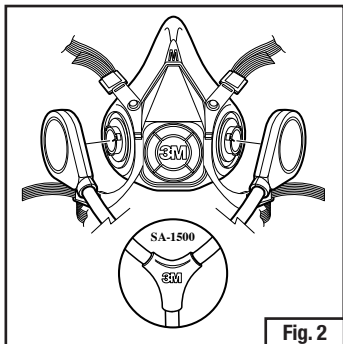

Fig. 2
1. Tenir le demi-masque, logo 3M face à soi. Aligner les deux extrémités du tuyau de respiration avec les deux dispositifs de verrouillage à baïonnette situés sur le demi-masque. Pour les tuyaux de respiration à deux arrivées d'air SA-1500 et SA-1600 3M^{MC}, s'assurer que le logo 3M qui se trouve sur le tuyau de respiration et sur le demi-masque soient tous deux face à soi. Pour les tuyaux de respiration à deux arrivées d'air SA-2500 et SA-2600 3M^{MC}, s'assurer que le logo 3M situé sur le tuyau de respiration pointe en direction opposée du logo 3M situé à l'avant du demi-masque (Fig. 2 et 3).